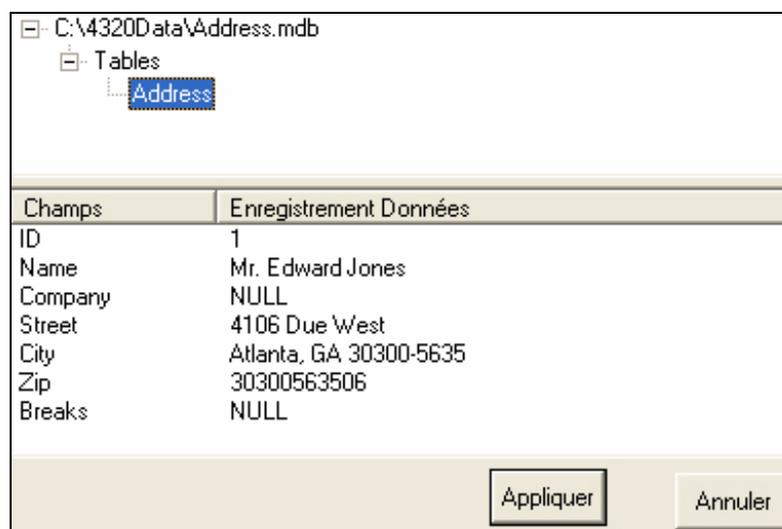

Figure 4-11: Enregistrements des Données
- 5 Cliquer sur (+) devant le nom de fichier pour étendre le chemin (voir Figure 4-11).
- 7 Sélectionner le tableau du fichier. Le sommaire des données apparaît en bas de l'écran (voir Figure 4-11).